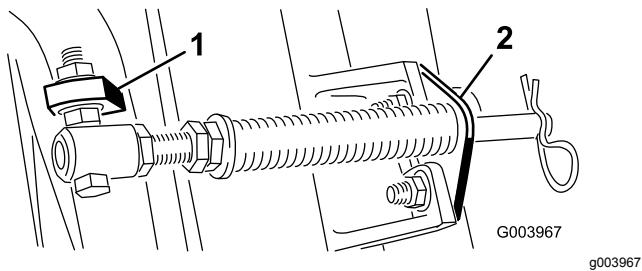

Bild 6
- C. Montieren Sie die Schraube des Federrohrs an der anderen Nase am Trägerrahmen und befestigen sie mit der Bundmutter. Der Schraubenkopf zeigt zur Außenseite der Lasche, siehe Bild 6.
- D. Montieren Sie die Stangenhalterung mit den Schlossschrauben und Muttern an den Schneideeinheitnasen (Bild 6).